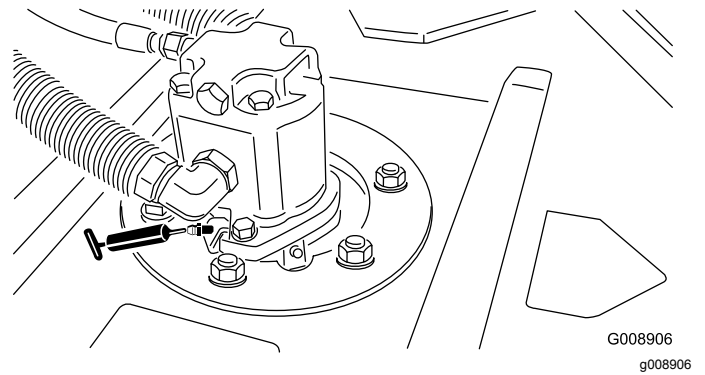

Bild 42
- 2 (pro Mähwerk) Mähwerkspindelwellenlager (Bild 42)